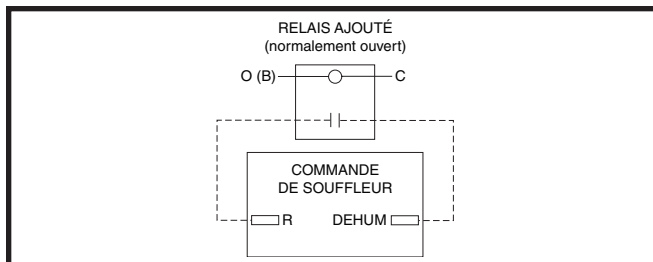

Figure 24. Configuration de câblage DEHUM sans humidistat
- Si aucun humidistat n'est à disposition, il est possible de brancher les bornes **R** et **DEHUM** par l'entremise d'un relais normalement ouvert fourni sur place. Consulter la Figure 24 \(page 24\). Les bornes **R** et **DEHUM** doivent être branchées aux bornes du relais normalement ouvert. Les bornes **O (B)** et **C** doivent alors être branchées à la bobine du relais. Cette option fait en sorte que le souffleur fonctionne à un débit (m^3/min) réduit pendant 10 minutes après un appel de refroidissement.